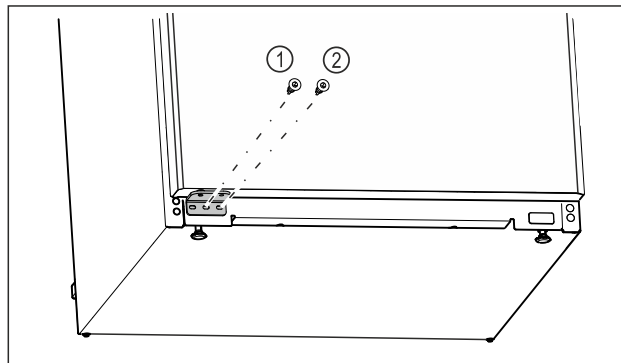

Fig. 18
- ▶ Затегнете централния винт на лагерната стойка *Fig. 18 (1)* с отвертка Torx 20.
- ▶ Затегнете вътрешния винт на лагерната стойка *Fig. 18 (2)* с отвертка Torx 20.